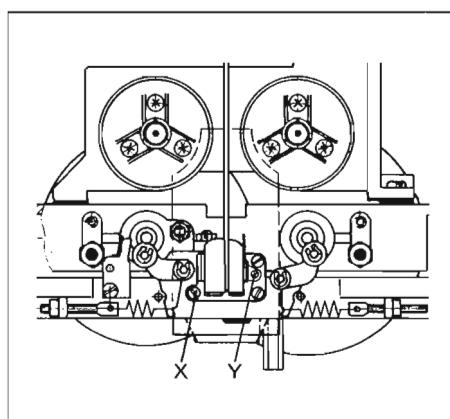

Fig. 5.4
- Mit Schraube X (Fig. 5.4) den Ausgangspegel beider Kanäle auf maximale Ausgangsspannung einstellen.
- With screw X (Fig. 5.4), adjust the output level of the two channels for maximum output voltage.
- Réglez à sa valeur maximale le niveau de sortie des deux canaux grâce à la vis X (fig.5.4). (Pour effectuer ce réglage, on peut se servir d'un phase-mètre et régler à l'erreur de phase minimale.)
- Mit Kreuzschlitzschraubendreher Grösse 00 Schraube Y (Fig. 5.4) so einstellen, dass für beide Kanäle ein Pegelmaximum erreicht wird (minimale Phasendifferenz).
- With screwdriver size 00 for cross recessed head screws adjust screw Y (Fig. 5.4) in such a manner that maximum level is obtained for both channels (minimum phase difference).